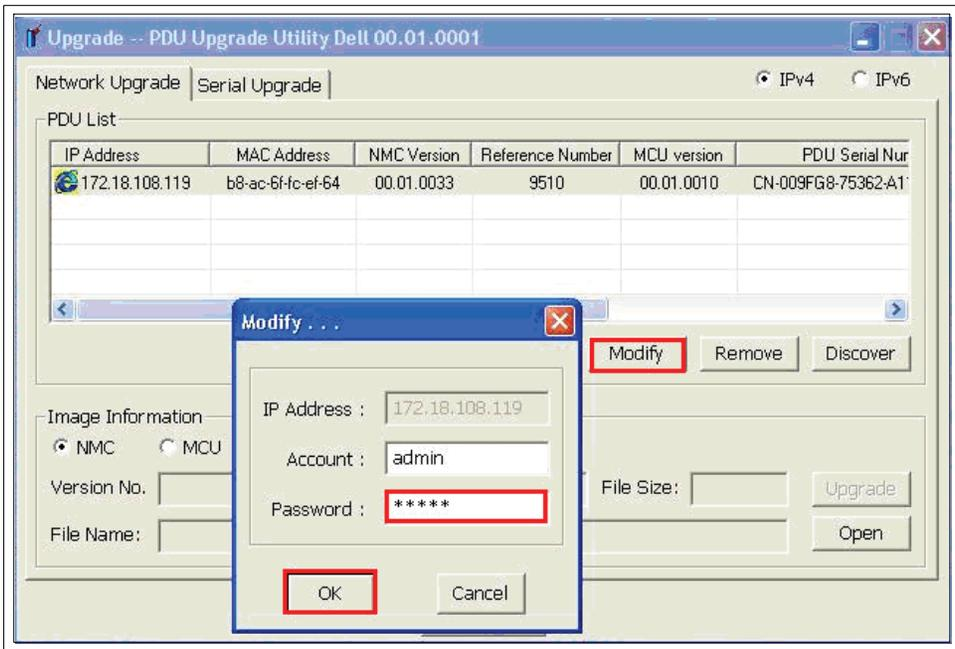

Figure 8. Saisie du mot de passe utilisateur
- 7 Cliquez sur **Modify**. La fenêtre contextuelle **Modify** s'affiche. Dans le champ Password, saisissez **admin**, puis cliquez sur **OK** (voir Figure 8).